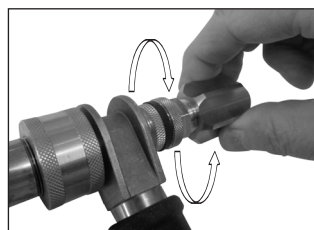

Figure 6.
1. La buse peut être ajustée en tournant dans le sens inverse des aiguilles d'une montre pour un jet conique complet et dans le sens des aiguilles d'une montre pour un jet droit constant. **(Voir la Figure 6.)**